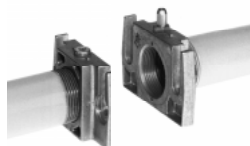

Fig. 7
1. Introduceti flansa de motare pe conductele tubulare : folositi agentul de etansare corespunzator (vezi Fig. 7) ;
2. Introduceti grupul rampa MB-DLE : atentie la pozitia inelelor O-ring (vezi Fig. 7) ;